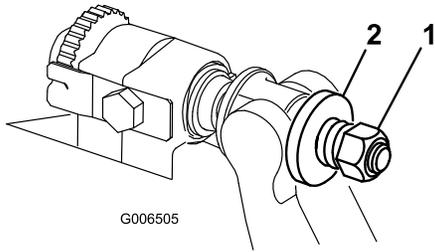

Figure 20
6. Serrez l'écrou de tension du ressort jusqu'à ce que les spires soient jointives, puis desserrez-le de 1/2 tour (Figure 20).